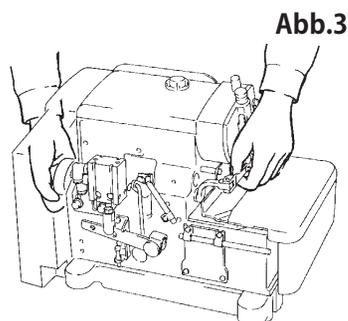

Abb.3
2. Zum Tragen der Maschine halten Sie diese mit der rechten Hand an der Maschinenriemenscheibe und mit der linken Hand an der Nähfußstange (Abb. 3).